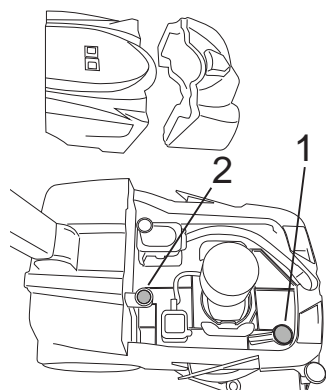

Fig.30
- Remova o filtro e lave-o com água (Fig. 30-Ref.1).
- Remova o filtro e lave-o com água (Fig. 30-Ref.2).